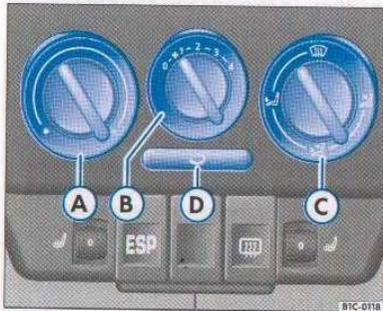

Fig. 57 Consola central: mandos de la calefacción y la ventilación
– Con los mandos ⇒ fig. 57 podrá regular la temperatura (A) y la distribución del aire (C). Con el mando (B) podrá seleccionar la velocidad de la turbina.
– Pulse la tecla para la recirculación de aire (AC) si desea activar o desactivar esta función. El testigo de la tecla se enciende cuando se activa la función.
lador ⇒ página 68, fig. 57 (A) (y de la tecla (AC) si el vehículo lleva aire acondicionado).
Los difusores se controlan mediante el regulador ⇒ página 68, fig. 57 C y